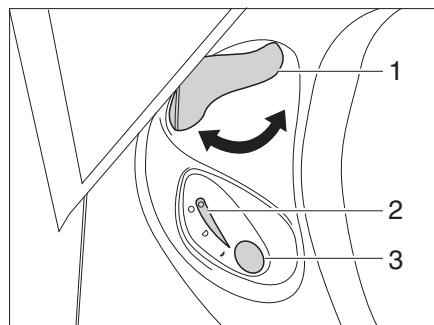

Fig. 144 Unité de commande des toilettes Thetford
- Avant d'actionner la chasse d'eau, ouvrir le curseur des toilettes Thetford. Tourner pour cela le levier du curseur (Fig. 144,1) dans le sens inverse des aiguilles d'une montre.
- Pour actionner la chasse d'eau, appuyer sur le bouton bleu (Fig. 144,3).
- Après avoir actionné la chasse d'eau, fermer le curseur. Tourner le levier du curseur (Fig. 144,1) dans le sens des aiguilles d'une montre.
Le voyant de contrôle (Fig. 144,2) s'allume lorsque la cassette Thetford doit être vidée.
- Tourner le levier du curseur (Fig. 144,1) dans le sens des aiguilles d'une montre. Le curseur se ferme. Pour la vidange il **faudrait** que le curseur des toilettes Thetford soit fermé.